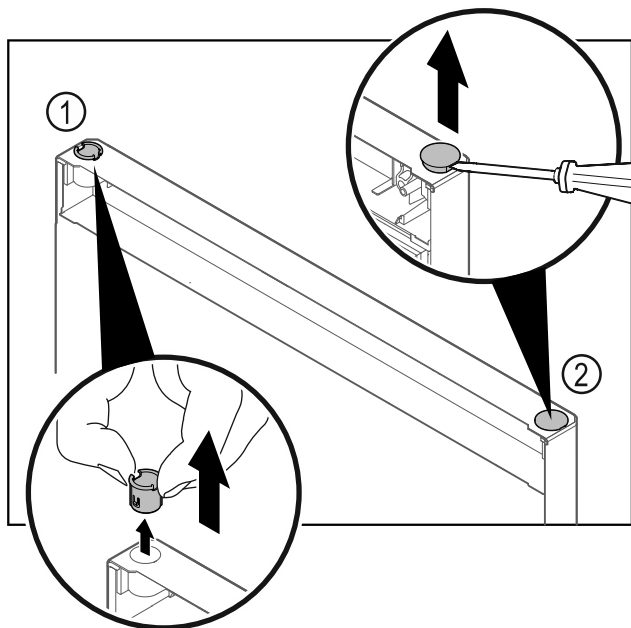

Fig. 17 Kühlteiltür
- Scharnierbuchse Fig. 17 (1) mit den Fingern herausziehen.
- Abdeckstopfen Fig. 17 (2) vorsichtig mit einem Schlitzschraubendreher anheben und herausziehen.